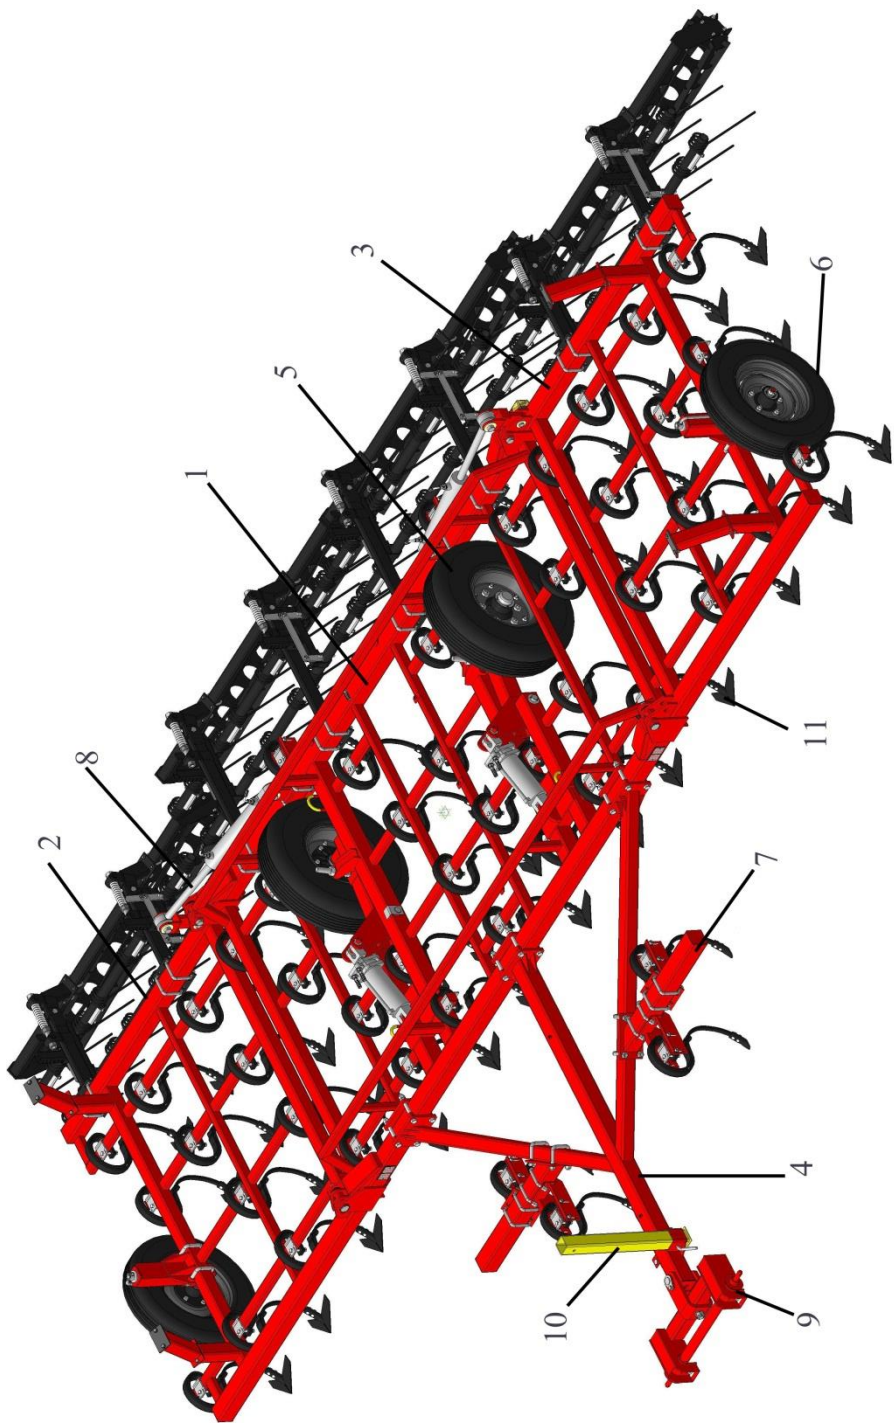
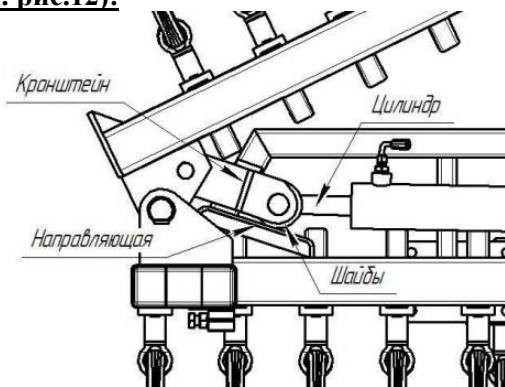

Рисунок 1 – Общий вид культиватора в рабочем положении
Рисунок 12
3.1 Культиваторы КПМ-4/6/8 представляют собой прицепные машины, состоящие (рисунок 1) из центральной секции 1, прицепного устройства 4, двух крыльев 2 и 3 (для КПМ-6/8), опорных колёс 5, копирующих колёс 6 (для КПМ-8), следорыхлителей 7 и гидросистемы.
- 4.4 Перевод в рабочее положение (см. рис. 1 и рис.12):
!При переводе культиваторов КПМ-6/8 из транспортного положения в рабочее, для плавного открытия крыла (открылка), убедитесь в том, что шайбы кронштейна лежат на наклонной поверхности направляющей (см. рис.12)!